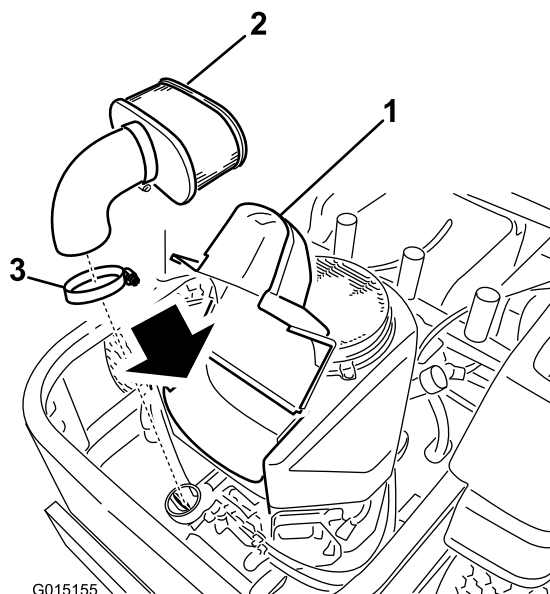

Figure 35
3. Nettoyez la surface autour du couvercle du filtre à air pour éviter que des impuretés ne s'introduisent dans le moteur et l'endommagent. Soulevez le couvercle et déposez le collier qui fixe l'ensemble filtre à air au moteur (Figure 35).
4. Desserrez le collier de flexible et retirez l'élément en papier (Figure 35).